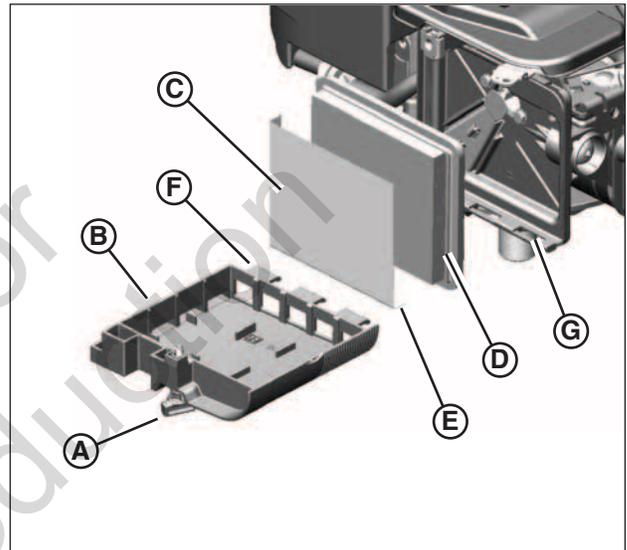

Figure 14: Filtre à air et dépoussiéreur
1. Desserrer l'attache (**A, Figure 14**) retenant le couvercle (**B**).